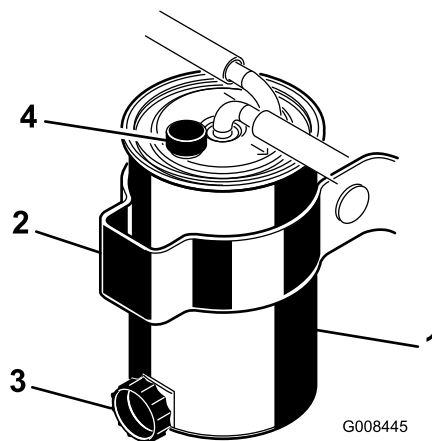

Bild 47
2. Reinigen Sie den Anbaubereich der Filterglocke (Bild 47).
4. Öffnen Sie die Filterablassschraube und das Entlüftungsventil (Bild 47).